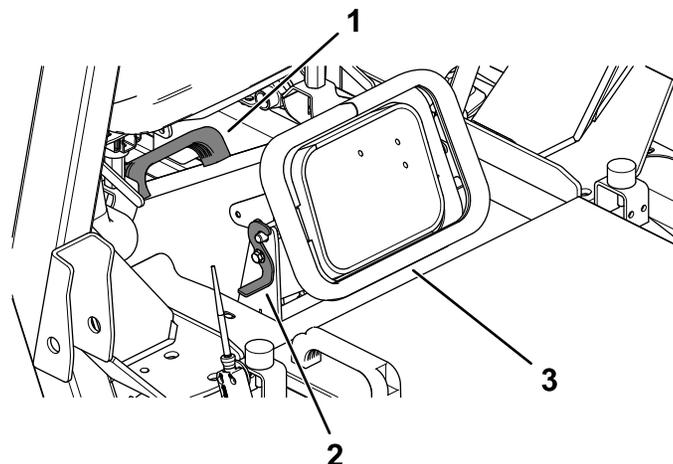

図 27
6. シュートのラッチを外す 図 27。
7. シュートについているハンドルで、シュートを外し、シュートとデッキの開口部を洗浄する 図 27。
8. シュートを元通りに取り付けて、ラッチを掛ける 図 27。